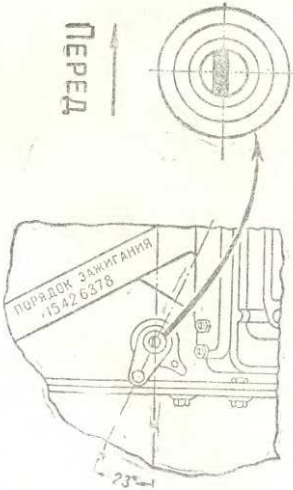

Рис. 44. Установка привода датчика-распределителя
2. Вставить привод датчика-распределителя в отверстие блока так, чтобы прорезь в валике привода была направлена вдоль оси двигателя и смещена влево, считая по ходу автомобиля (рис. 44).
3. Закрепить корпус привода держателем и гайкой так, чтобы кронштейн с резьбовым отверстием, имеющийся на корпусе привода, был направлен назад (считая по ходу автомобиля) и повернут примерно на 23° влево от продольной оси двигателя, как указано на рис. 44.